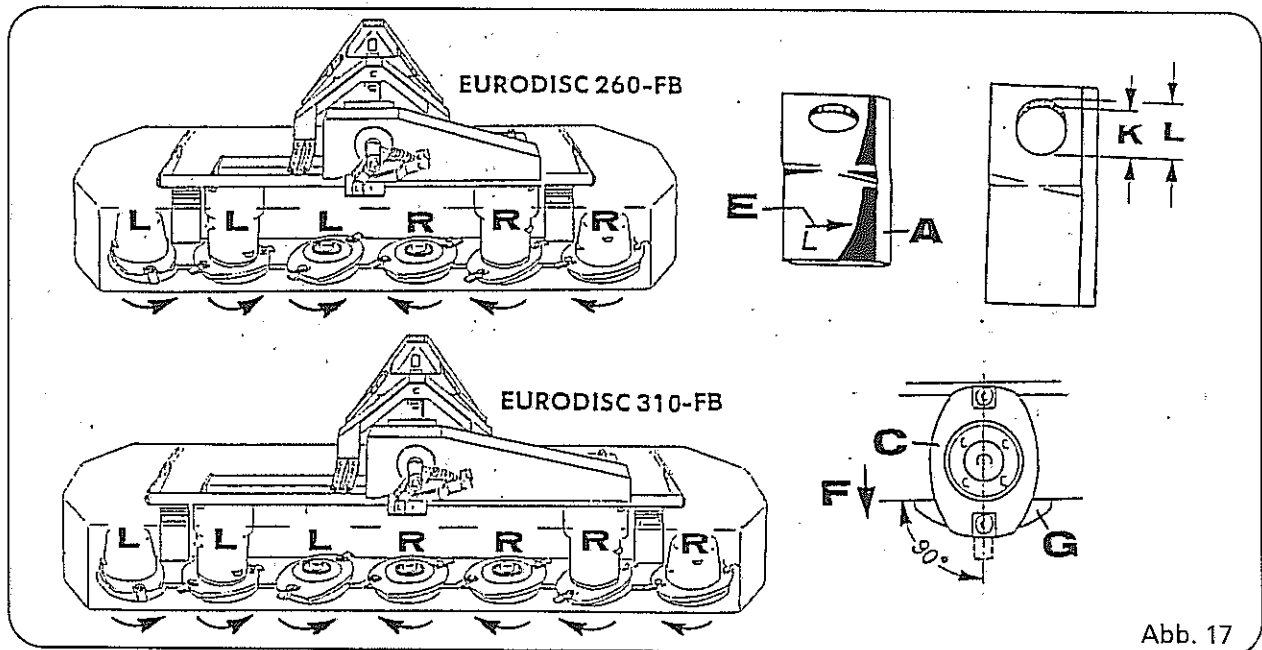

Abb. 17
Vor jedem Mäheinsatz müssen die seitlichen Schutzrahmen aus Sicherheitsgründen unbedingt heruntergeklappt werden. Hierzu müssen zuerst die Anschläge in Pos. B gebracht werden (siehe Seite 17, Abb. 17).
- Messerklinge = Maß L mehr als 22 mm (Abb. 17)